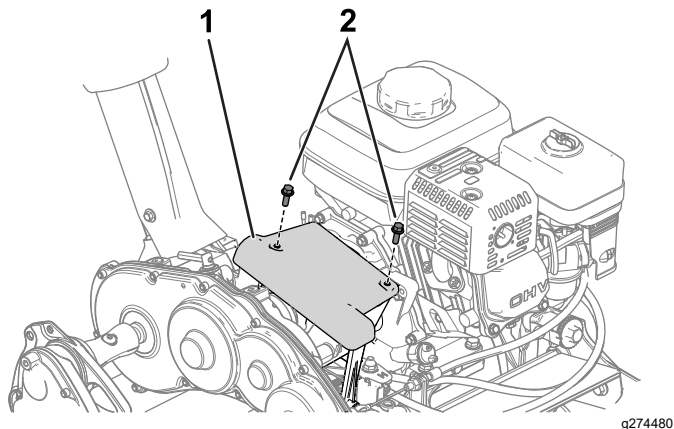

Figura 35
1. Accedete al disco di attrito e allo spingidisco rimuovendo il coperchio della frizione (Figura 35).